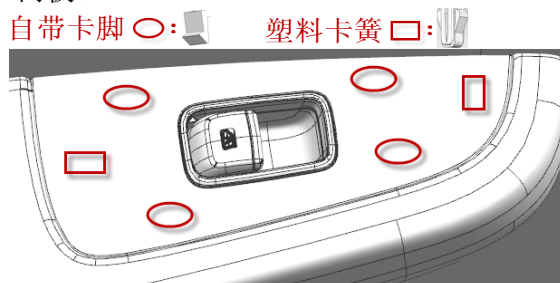

图 7-3 开关面板拆卸示意图
(1) 如图7.3, 用缠有保护胶带的小号一字螺丝刀将开关面板图示几处的卡脚(4个)和卡簧(2个)向上撬出, 注意不要划伤开关面板和门板。